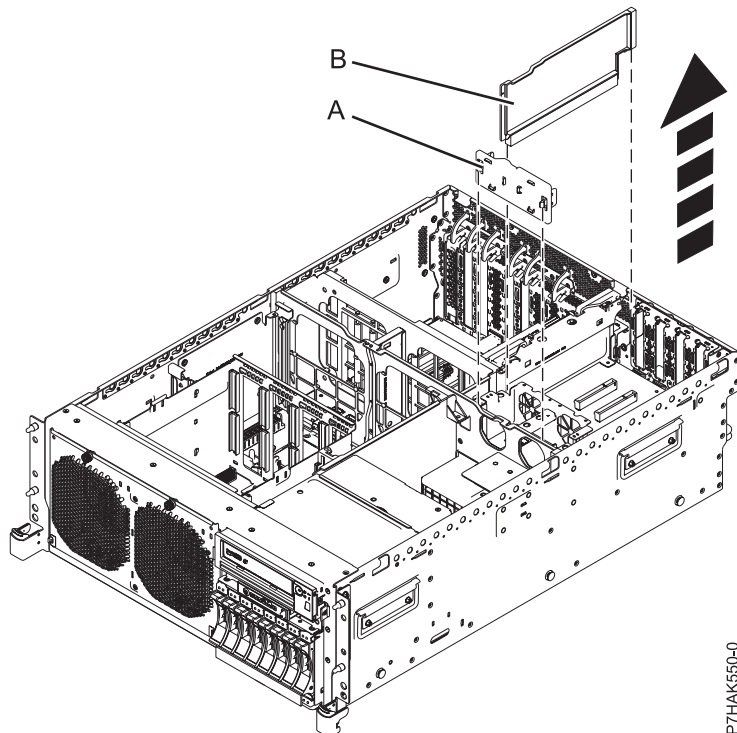

Figura 38. Extracció dels deflectors de la targeta d'expansió en una unitat del sistema muntada en bastidor
10. Agafeu i traieu el deflector d'aire de plàstic de color negre (**B**) que separa el compartiment de la targeta d'expansió dels adaptadors PCI collats. Consulteu Figura 38.